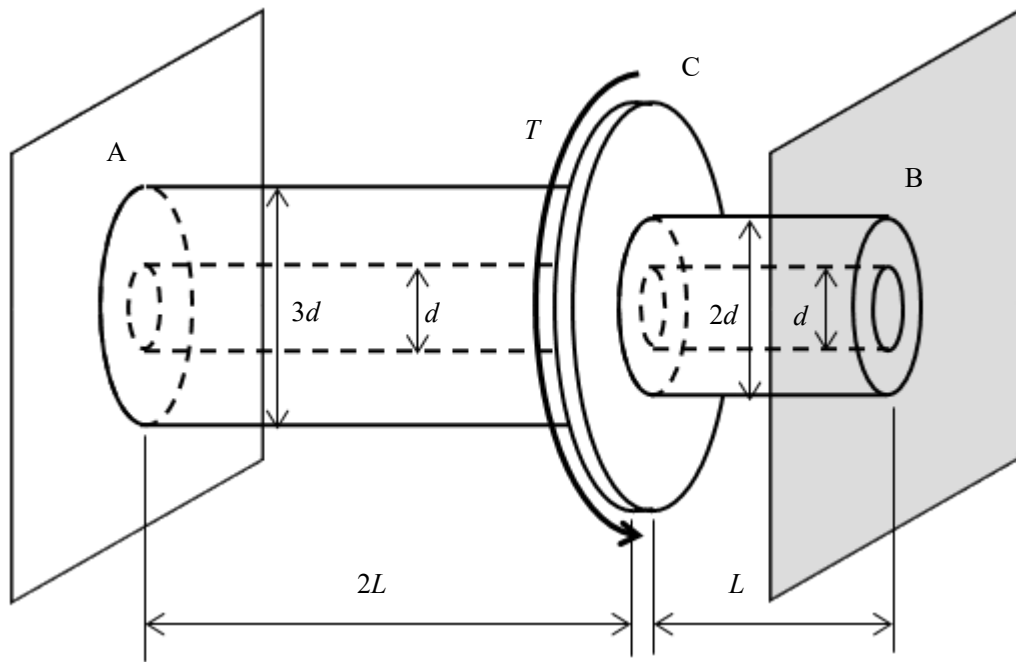

Fig. 1 中空円筒材.
- [1] 図 1 に示すように、外径  $3d$ 、内径  $d$ 、長さ  $L$  の中空円筒 1 と、外径  $2d$ 、内径  $d$ 、長さ  $L$  の中空円筒 2 が C 点において剛体円盤で接合され、それぞれ他端は剛体壁により固定されている。剛体円盤 C にはねじりモーメント  $T$  が作用している。中空円筒 1, 2 の横弾性係数がともに  $G$  であるとき以下の問いに答えなさい。なお、剛体円盤の厚さは無視できるものとする。